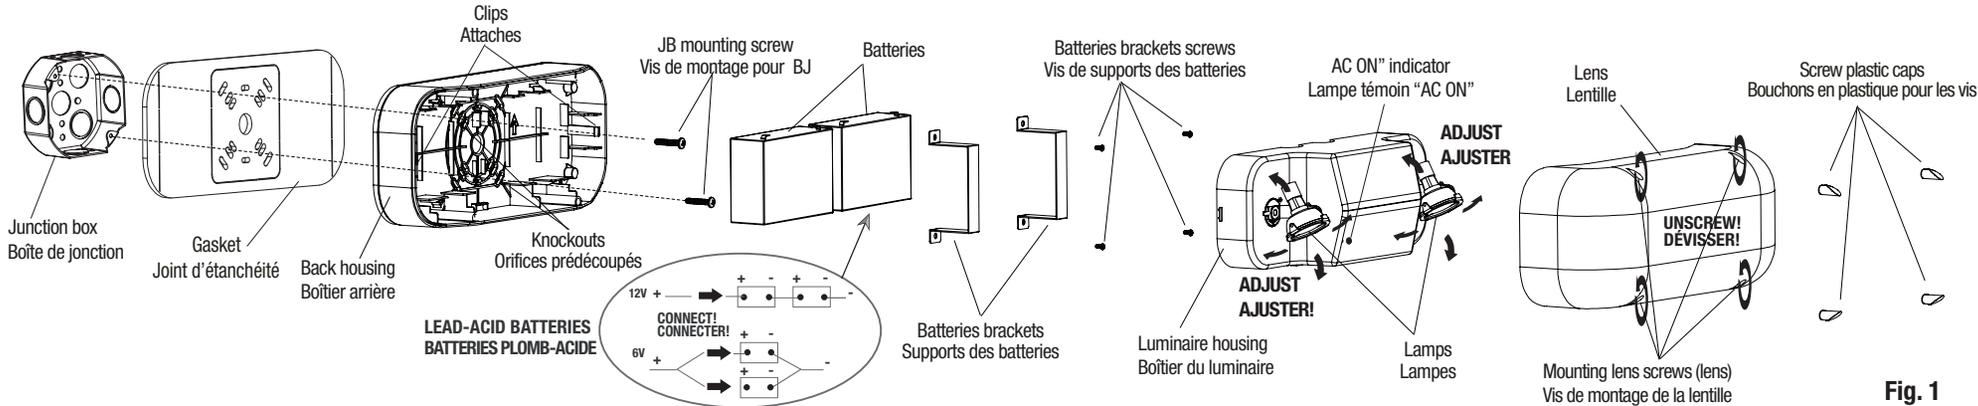

Fig. 1
3. Remove the lens, the luminaire housing and the batteries (detach the two brackets by unscrewing the four screws (use screwdriver PH2X))(see Fig. 1).
4.a For installation on the junction box only (Fig.1), break through appropriate knockouts into the back housing. Paste properly the gasket on the back of the unit and route wires through the central hole.
6.a For installation on the junction box only (Fig.1), use the two screws to mount the back housing to the surface over the recessed junction box. Tighten the screws enough to compress the gasket to ensure a good sealed joint. (use screwdriver PH2X).
3. Enlever la lentille, le boîtier du luminaire et les batteries (détacher les supports de fixation en dévissant les 4 vis (utiliser le tournevis PHx2) (voir la Fig. 1).
4.a. Pour l'installation sur une boîte de jonction seulement (Fig. 1), défoncer les orifices prédécoupés appropriés dans le boîtier arrière. Coller correctement le joint d'étanchéité à l'arrière de l'unité et passer les fils électriques par l'orifice central.
color) of the battery (see Fig. 1 detail).